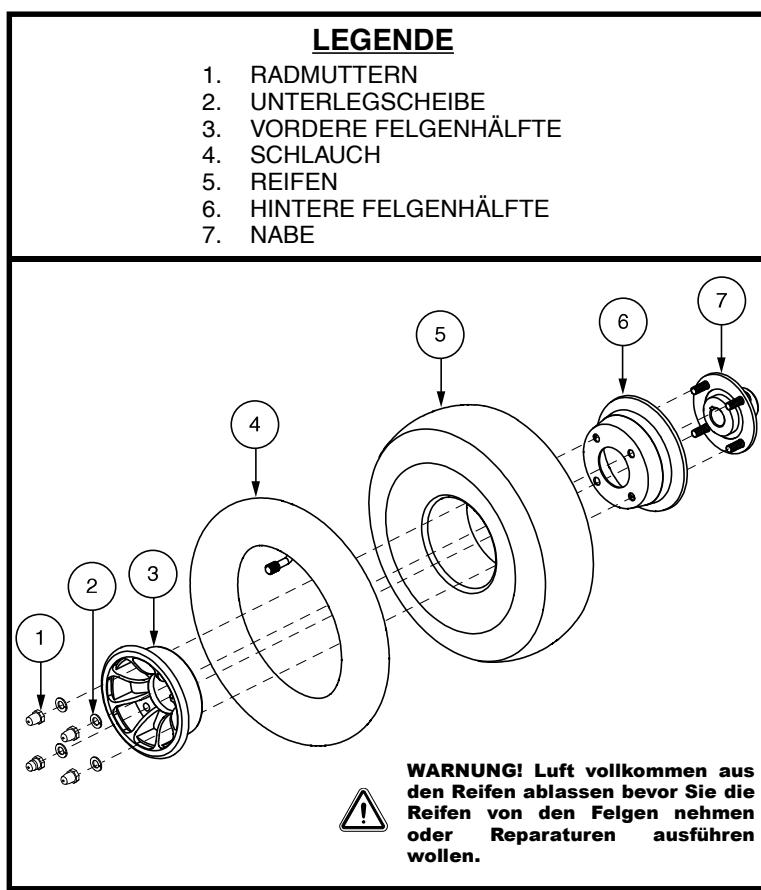

Abb. 30. Luftreifen anbringen/abnehmen
6. Entfernen Sie die Radmuttern und Unterlegscheiben und trennen die beiden Felgenhälften voneinander. **Siehe Abb. 30.**
7. Entfernen Sie den alten Schlauch aus dem Reifen und ersetzen ihn durch einen neuen Schlauch. **Siehe Abb. 30.**
Siehe Abb. 30.